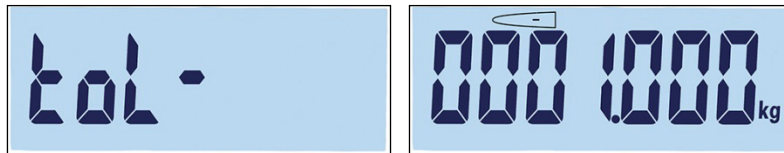

Figure 3-48 : Écrans Étiquette tolérance négative et Réglage
- L'écran de tolérance négative (Tol -) apparaît ensuite, suivi de l'écran de modification de la tolérance négative (Figure 3-48).